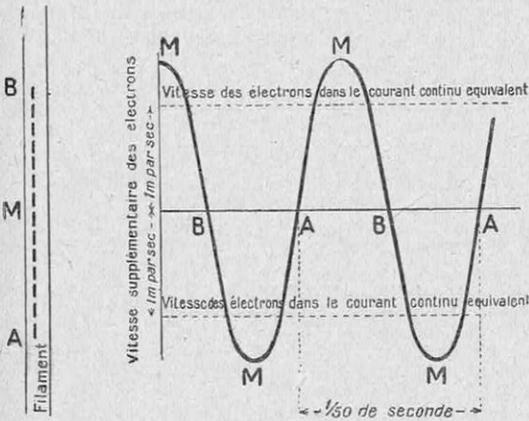

FIG. 10 ET 11. — QU'EST-CE QUE L'ALTERNATIF ?
(1) Pour plus de détails, se reporter dans *La Science et la Vie*, n° 124, à l'article intitulé : « L'entrée des navires dans les ports par temps de brume »
soufflés et aspirés aux deux bouts, et cela cinquante fois par seconde (puisque la fréquence du secteur est 50 cycles, tableau p. 16). Ils exécutent, par suite, des oscillations analogues à celles du bout d'allumette rouge (fig. 4) ; ces oscillations sont *longitudinales* par rapport au filament (fig. 10) et le trajet total *AB* peut atteindre 300 fois le diamètre du filament (1). La vitesse supplémentaire des électrons varie (fig. 11) entre 150 centimètres par seconde vers le haut et 150 centimètres par seconde vers le bas ; cette vitesse s'annule en passant aux extrémités *A* et *B*. Naturellement, ces oscillations forcées correspondent (tout comme en 2°) à une énergie (cinétique) supplémentaire, qui chauffe le filament.
Les électrons inclus dans un filament métallique de lampe à incandescence exécutent des oscillations identiques à celles de la figure 4 ; la longueur *AB* (fig. 10) peut atteindre 300 fois le diamètre du filament. La plus grande vitesse, acquise dans ces oscillations, ne dépasse pas 150 centimètres par seconde (fig. 11) ; on a aussi indiqué la vitesse des électrons de *A* vers *B* (ou de *B* vers *A*) en courant continu pour que la lampe éclaire de la même manière qu'en alternatif.